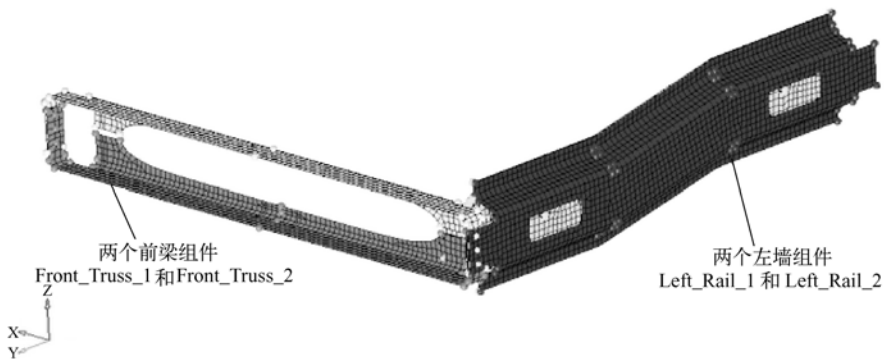

图 6-48 通过对 connector 的复制映射操作焊接两个前支架
- (1) 在 Model Browser 中，确认对象选择选项已设置为 Elements and Geomtry ()。
- (2) 右键单击 `assem_4`，在弹出菜单中选择 Isolate，结果如图 6-48 所示。